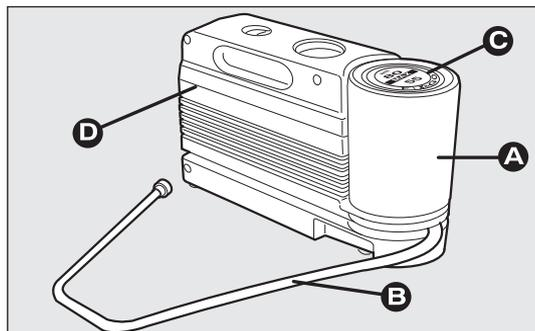

fig. 156
Le kit fig. 156 comprend :
- un compresseur D-fig. 156 muni d'un manomètre et de raccords, situés dans le compartiment ;